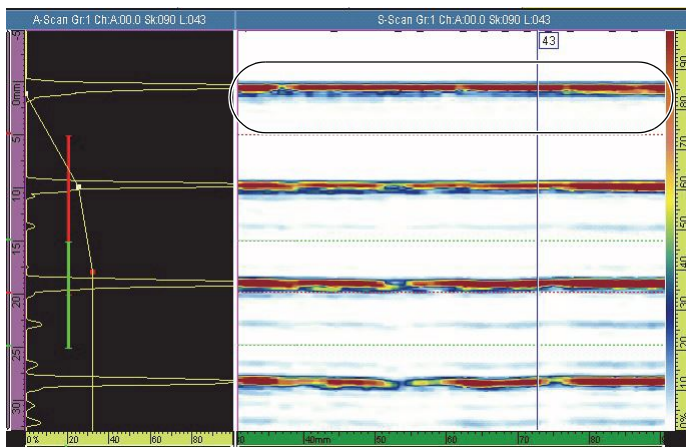

图 2-4 S 扫描显示
7. 确保 S 扫描信号中没有气泡的信号（参见第 26 页的图 2-4）。